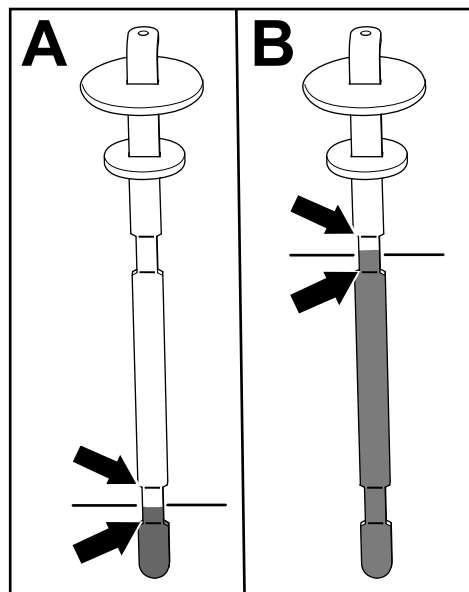

Рисунок 84
5. Извлеките щуп и проверьте уровень рабочей жидкости (Рисунок 84).
- Если у вас на машине установлен режущий блок: уровень гидравлической жидкости должен находиться на соответствующем уровне между 2 нижними отметками на щупе (А на Рисунок 84). Также допустимо, если уровень жидкости находится выше нижних отметок.
**приводом:** уровень гидравлической жидкости должен находиться на соответствующем уровне между 2 верхними отметками на щупе (В на Рисунок 84).